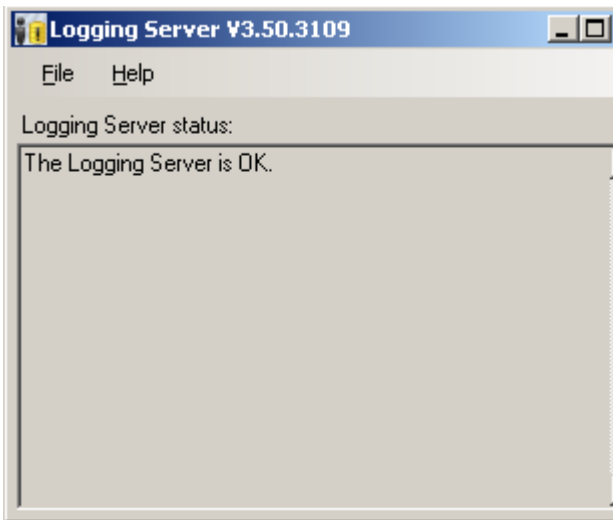

Abbildung 56.4: Hauptfenster
- 1 Doppelklicken Sie auf das Symbol *Logging Server* (siehe Abbildung 56.2). Es wird ein Bildschirm angezeigt, der Abbildung 56.4 ähnelt.